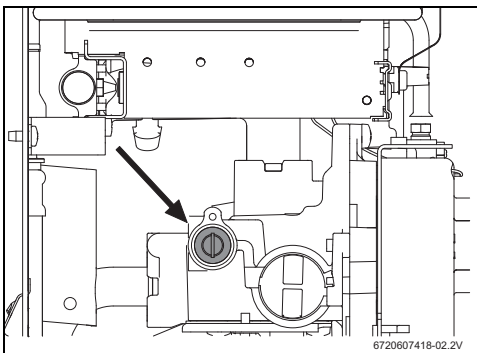

Fig. 13 Tornillo de ajuste de caudal de gas máximo
- ▶ Desmontar la cubierta del tornillo de ajuste del gas (Fig. 13).
- ▶ Utilizando la tuerca de ajuste (Fig. 13) regule la presión hasta alcanzar los valores indicados en la tabla 7.